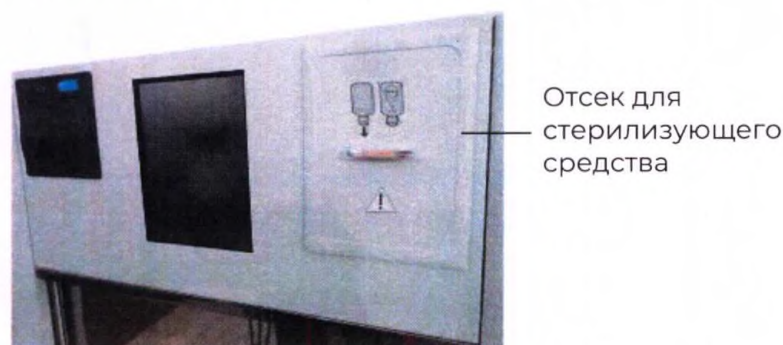

Рисунок 30
15.3.2 Открыть дверцу отсека для стерилизующего средства, расположенную на передней панели стерилизатора (Рисунок 30, 31).
16.2 После закрытия дверцы на экране может остаться сообщение «Стерилизующее средство пригодно для использования. Для начала загрузки необходимо закрыть дверцу отсека» (Рисунок 30).